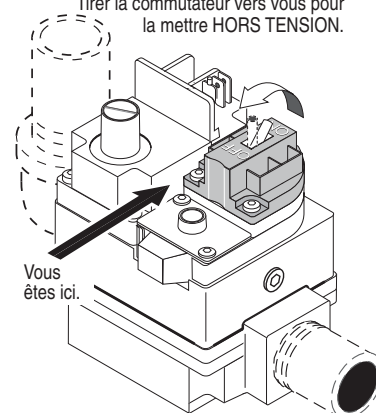

Figure 29.
6. **Soupape de type commutateur :** Tirer le commutateur vers soi afin de fermer l'arrivée du gaz, voir la Figure 29.
7. Attendre cinq (5) minutes que tout gaz se dissipe. **ARRÊTER** si une odeur de gaz est détectée. Suivre la consigne « B » dans la section « AVANT LA MISE EN ROUTE » (page 32). Passer à l'étape suivante en l'absence de gaz.
4. **Soupape de type commutateur :** Tirer vers soi afin de fermer l'admission du gaz, voir la Figure 29.